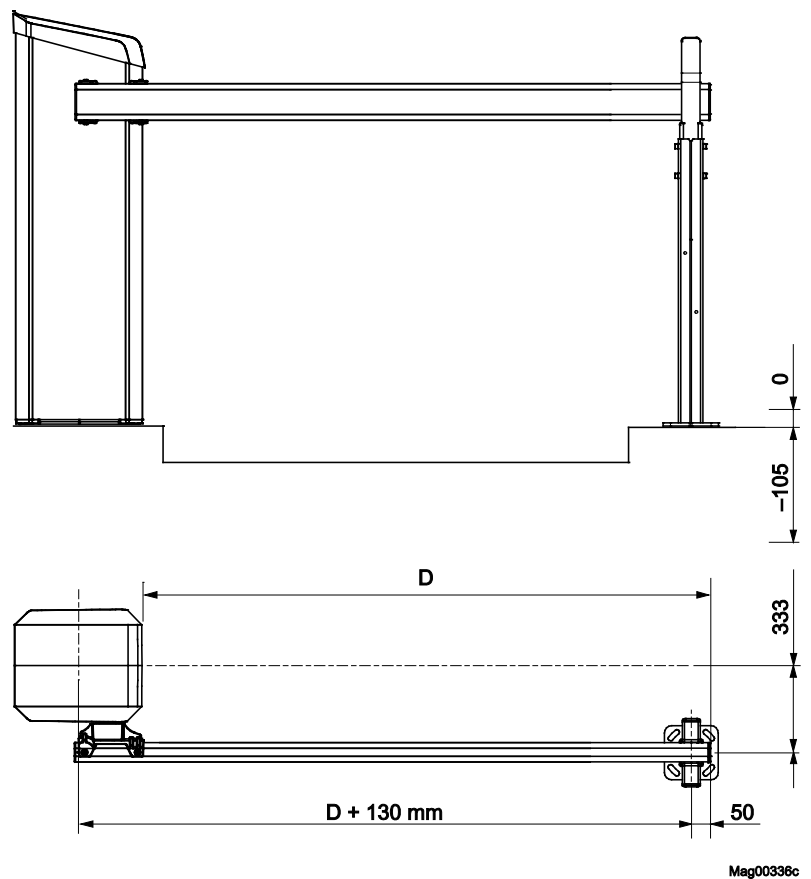

Abb. 14: Abmessungen Schrankengehäuse – Pfosten (Maße in mm)
- Mitte Pfosten mit einem Abstand von 50 mm zur Schrankenbaumspitze platzieren. → Siehe Seite 51, Abb. 14.